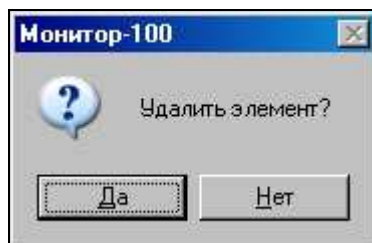

Рисунок 102
- нажать кнопку «Да» в открывшемся диалоговом окне (рисунок 102).